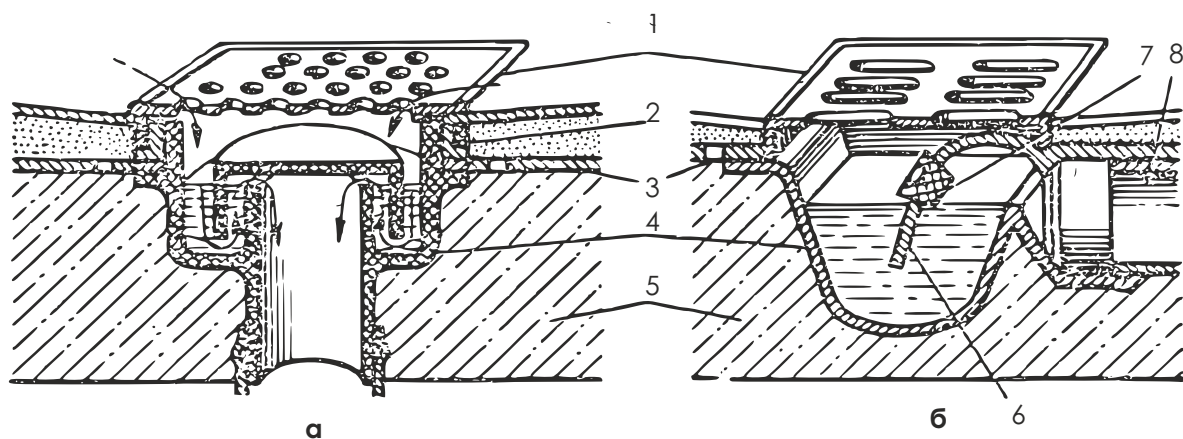

Рис. 52 - Трапи:
**Трапи** (Рис. 52) - збирають забруднену воду з підлоги приміщень (громадські туалети, лазні, душові) або від технологічного обладнання. Їх встановлюють в найнижчих місцях підлоги з забезпеченням герметичності. В корпус трапу вбудований гідравлічний затвор.